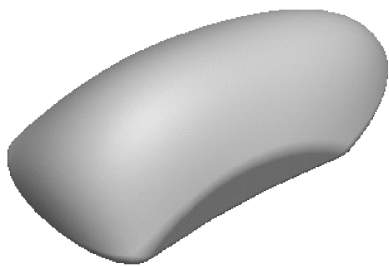

图 6-126 鼠标模型
【例 6-13】 利用已创建的曲线, 创建如图 6-126 所示的鼠标模型。
(13) 在图形区单击最下边线, 选择菜单栏中的【插入】|【倒圆角】选项, 在图形区双击圆角尺寸数字, 在出现的组合框中输入“3”, 单击控制区的【应用】按钮, 完成倒圆角, 模型如图6-126所示。